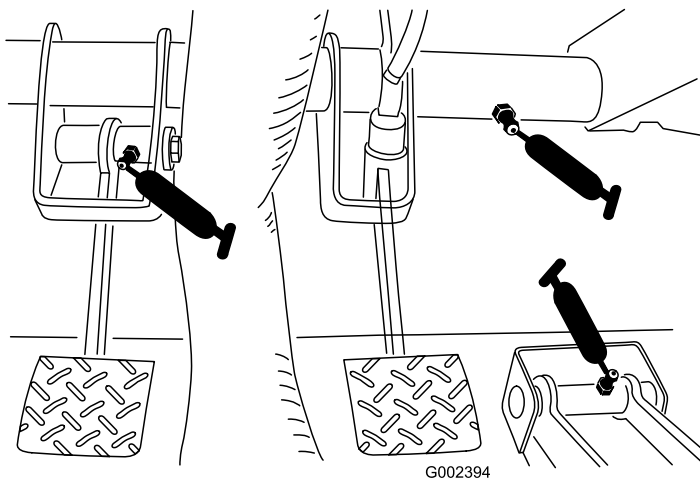

Figura 31
- **Travão (1);** consulte Figura 31
- **Embraiagem (1);** consulte Figura 31
- **Acelerador (1);** consulte Figura 31